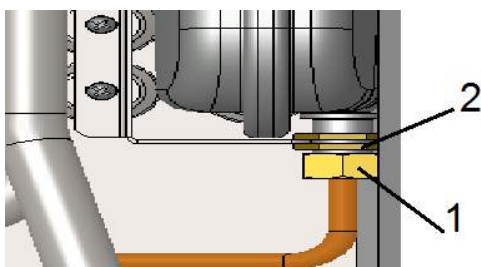

Рисунок 15 - демонтаж трубы расширительного бака
- ключом на 22 отвернуть гайку (1), см. рисунок 15;
- ключом на 22 отвернуть гайку (2);